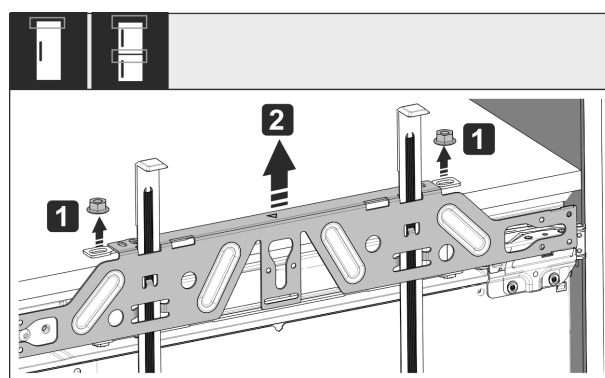

Fig. 54
- Loosen locknuts Fig. 54 (1).
- Remove crosspiece Fig. 54 (2).